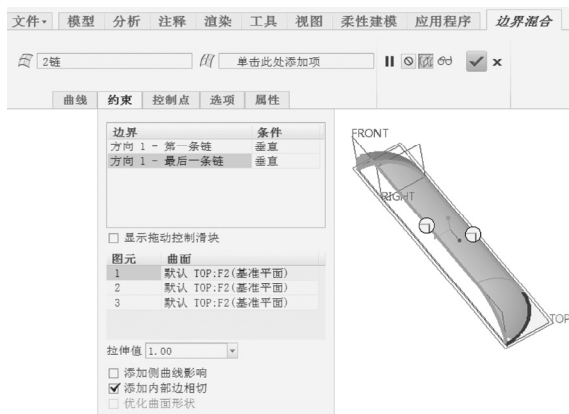

图 7-17 设置指定边界的约束条件
5) 在边界列表中选择“方向 1-第一条链”, 接着从其“条件”列中选择“垂直”选项, 接受其默认的曲面参考, 使用同样的方法, 将“方向 1-最后一条链”的边界条件也设置为“垂直”, 如图 7-17 所示。注意曲面几何动态预览的变化情况。